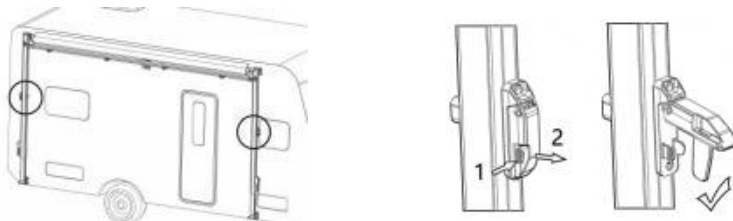

Figure D1
1. Suelte los seguros situados en el centro de ambas varillas de soporte (presione y gire) y afloje los tornillos de la varilla de tensión. (Figura D1)
Gire la varilla de soporte hacia adentro y encájela en el soporte de instalación inferior para transformarla en un soporte para la carrocería. (Figura D1 3)
2.2 Tire del seguro de elevación situado en la parte inferior de las varillas de soporte a ambos lados y presione hacia abajo el cabezal del seguro para retraer la varilla de soporte. (Figura D1 4)